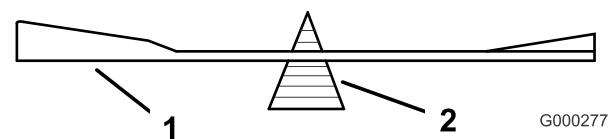
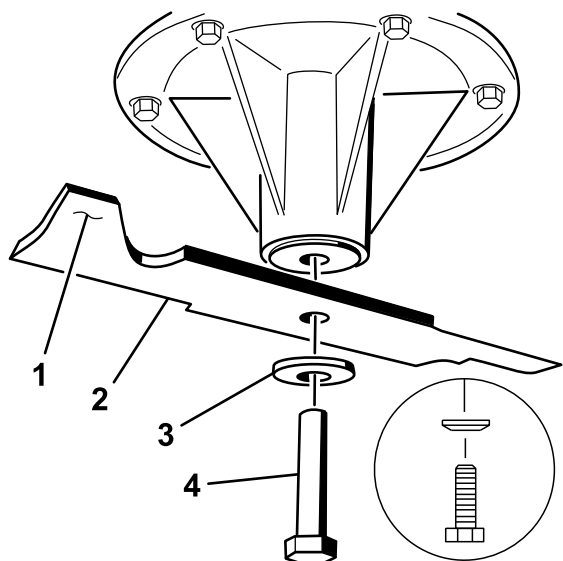

Figura 82
Figura 83
2. Retire del eje el perno de la cuchilla, la arandela de muelle y la cuchilla (Figura 83).
2. Verifique el equilibrio de la cuchilla colocándola sobre un equilibrador de cuchillas (Figura 82). Si la cuchilla se mantiene horizontal, está equilibrada y puede utilizarse. Si la cuchilla no está equilibrada, rebaje algo el metal en la parte de la vela solamente (Figura 83). Repita este procedimiento hasta que la cuchilla esté equilibrada.
1. Instale la cuchilla en el eje (Figura 83).
2. Instale la arandela curva y el perno de la cuchilla. El cono de la arandela curva debe estar orientado hacia la cabeza del perno (Figura 83). Apriete el perno de la cuchilla a 115–149 Nm.